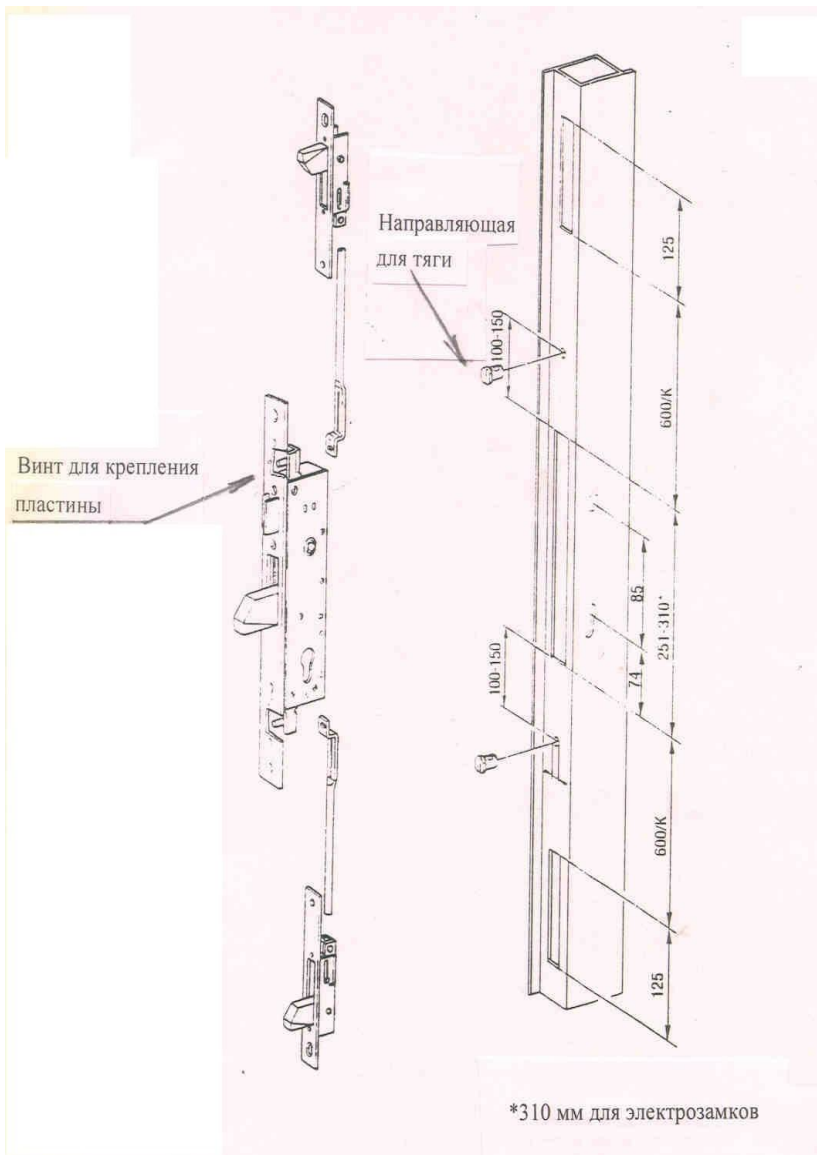

Рис.9
- 1) Прodelать отверстия для направляющих тяг в соответствии с размерами, указанными на рис.9.
- 1) Определив расстояние «К» между замком и девиатором, подготовить отверстия и пазы для направляющих, см. размеры на рис.9